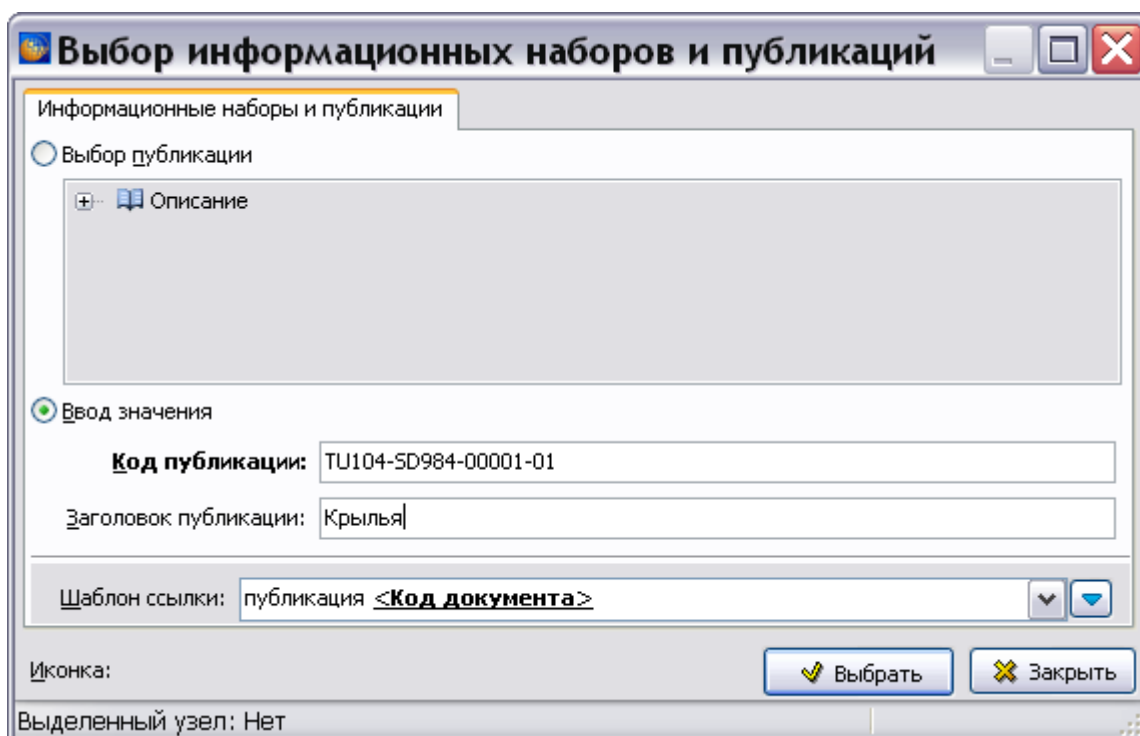

Рис. 5.236
4. Выберите опцию **Ввод значения** (Рис. 5.236).